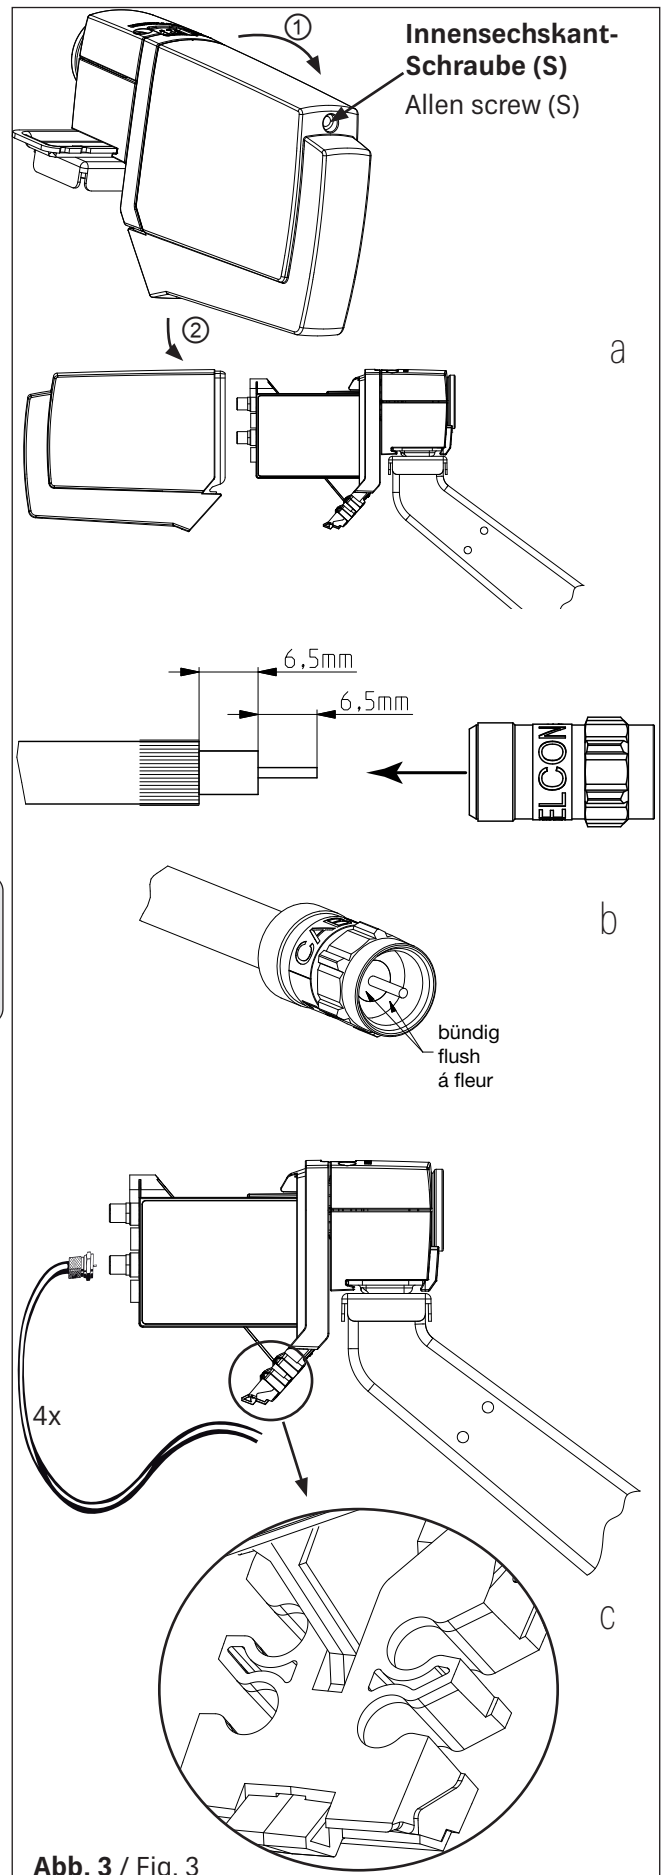

Abb. 3 / Fig. 3
Kabelanschluss (Abb. 3)
4. Angeschlossene Kabel nach vorne führen und seitlich in den Kabelhalter (siehe Vergrößerung in Abb. 3 unten) eindrücken.
5. Haube aufschieben, bis sie in die Nut eintaucht und im unteren Bereich einrastet. Innensechskant-Schraube (S) festziehen.
Cable connection (Fig. 3)
4. Lead the connected cable forwards and insert sideways into the cable fastening (see close-up in fig. 3 below).
5. Slide on the cover until it fits into the groove and locks in the bottom section. Tighten Allen screw (S).